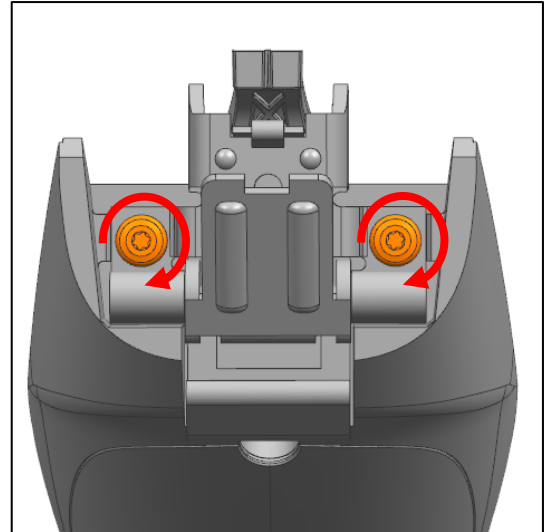

Abb. 41
- b) Schrauben Sie das Halblech mit zwei Schrauben mit 1Nm fest (Abb. 41).